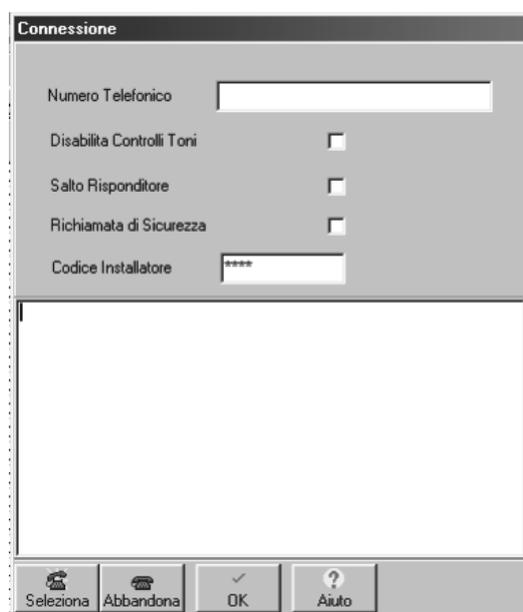

Figura 47 Finestra per la connessione via telefono alla Centrale
3. Selezionare **Connessione** nel menu **Modem**: sarà aperta la finestra **Connessione** (Figura 47).